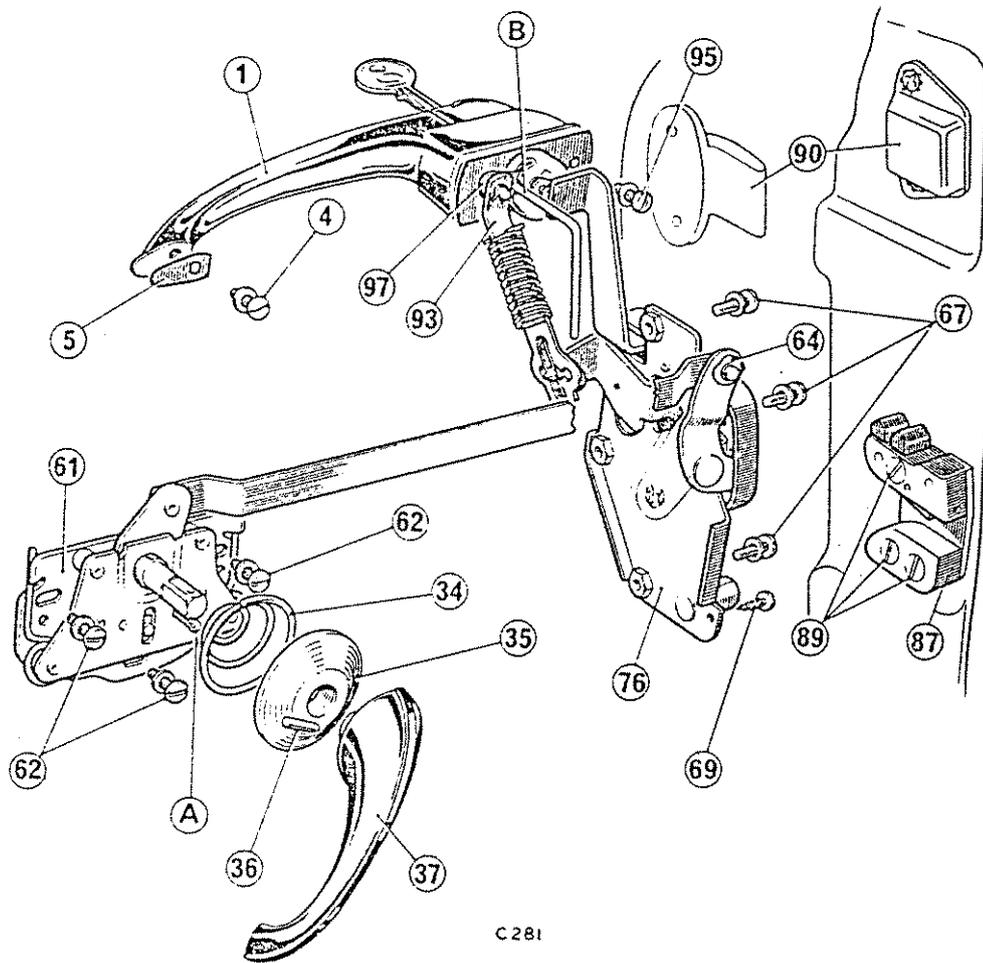

Abb.50 Teile des Türschlosses
Fernbetätigung in die Tür legen und locker befestigen. Verbindung am Schloß anbringen und den Türgriff locker befestigen. Betätigung in Schließstellung bringen und mit einem 1/8-Zoll-Splint oder einem Stück 1/8-Zoll-Draht in dieser Lage festsetzen, wie es auf Abb.50 (A) gezeigt wird.